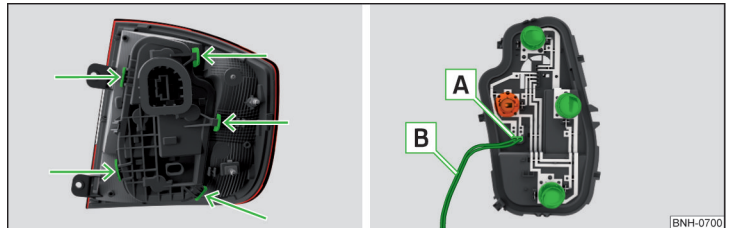

Abb. 271 Äußerer Teil der Leuchte / Halter mit Glühlampen
- › Den Lampenhalter in mit Pfeilen gekennzeichneten Bereichen entriegeln » Abb. 271 und aus der Leuchte herausnehmen.
- Vor dem Einsetzen des Lampenhalters in die Leuchte prüfen, ob der Stecker **A** » Abb. 271 zwischen der Leuchte und dem Lampenhalter korrekt aufgesteckt ist.